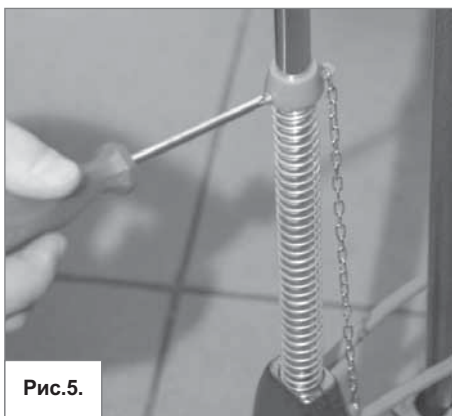

Рис.5.
4. W razie potrzeby, ogranicznikiem skoku (4) odpowiednio ustawiamy napięcie sprężyny (5). Rys. 5.
4. В случае необходимости ограничителем шага (4) установить требуемое сжатие пружины (5) ударного механизма. Рис. 5.
4. If required, adjust spring stress (5) using travel limiter (4). Fig.5